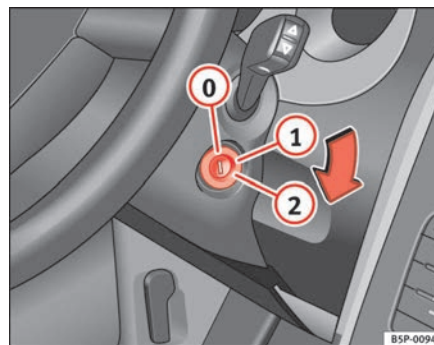

Abb. 116 Stellungen des Zündschlüssels
In dieser Stellung ⇒ Abb. 116 sind die Zündung und der Motor ausgeschaltet und die Lenkung kann gesperrt werden.
- Drehen Sie den Zündschlüssel in Stellung ⇒ Seite 159, Abb. 116 ①. Beim Vorglühen des Motors leuchtet die Kontrollleuchte  auf.
- Wenn die Kontrollleuchte nicht (mehr) leuchtet, drehen Sie den Zündschlüssel in Stellung ② zum Anlassen des Motors – geben Sie kein Gas.
- Drehen Sie den Zündschlüssel in Stellung ⇒ Seite 159, Abb. 116 .